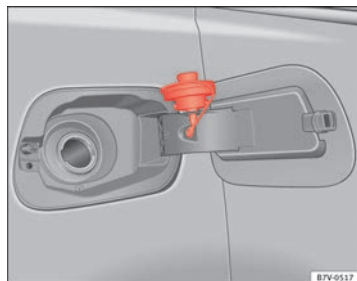

Fig. 165 Sportellino del serbatoio del carburante aperto e utilizzato come supporto per il tappo.
- Estrarre il tappo del serbatoio svitandolo in senso antiorario e introdurlo nell'apertura apposita nella cerniera dello sportellino ⇒ fig. 165.